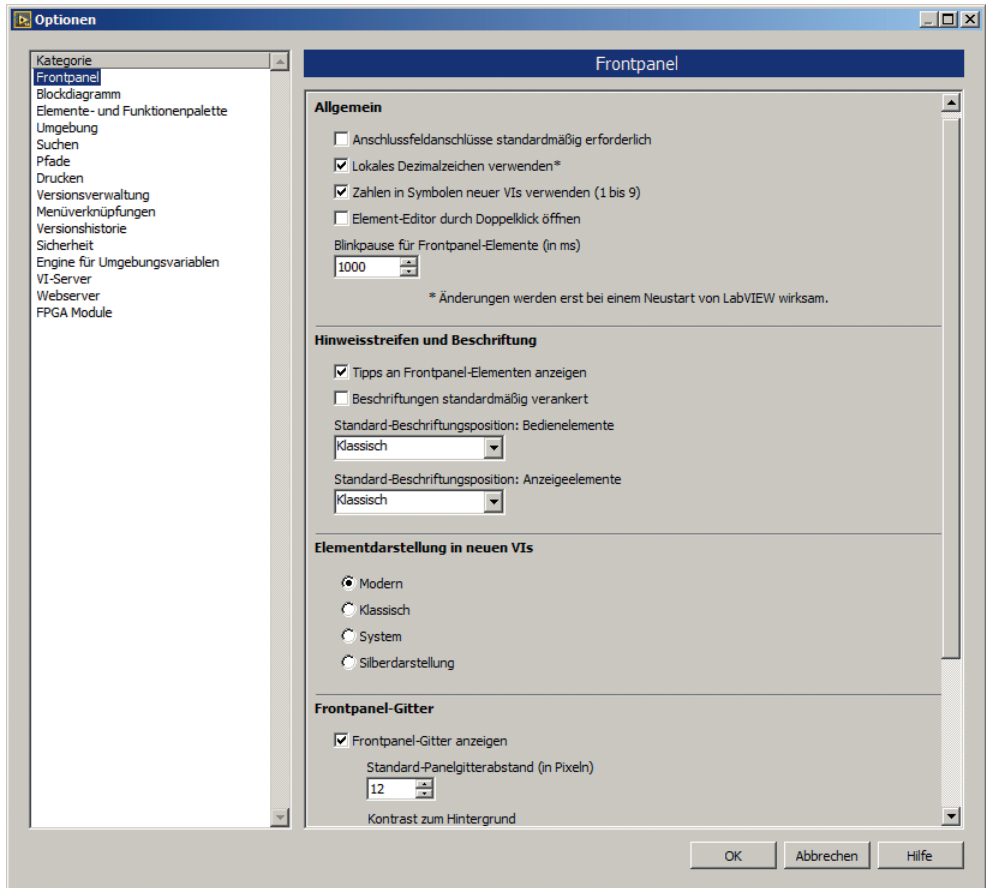
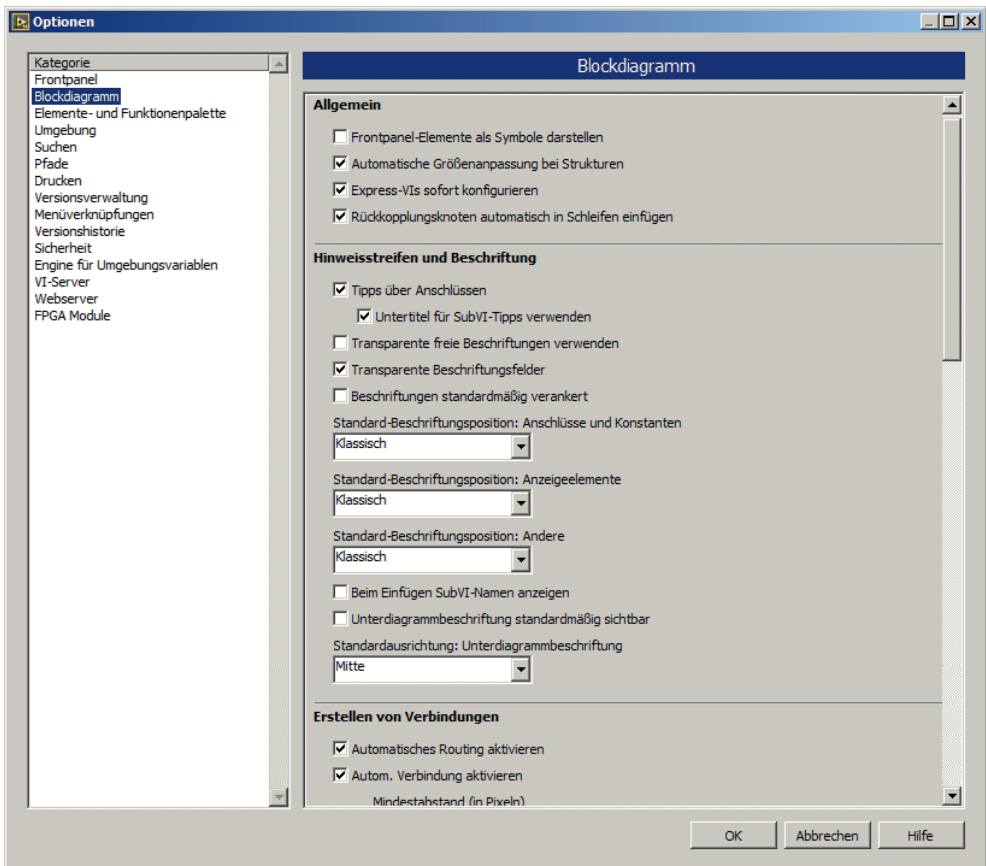
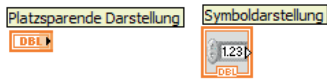

Bild 2.1 Optionen zur Gestaltung der verschiedenen Kategorien, hier Frontpanel
Bild 2.2 Optionen zur Gestaltung des Blockdiagramms
Bild 2.3 Terminaldarstellungen
Wir befassen uns hier mit der ersten Wahlmöglichkeit. Öffnet man vom Panel oder vom Diagramm aus das Optionsangebot, erhält man (voreingestellt) eine Ansicht nach Bild 2.1.
Die Optionen in Bild 2.1 zeigen verschiedene Möglichkeiten der Parameteränderung. Man kann unter anderem die Einstellungen beeinflussen für:
Die generellen Frontpanel-Einstellungen erreicht man mit 'Werkzeuge' – 'Optionen...' – 'Frontpanel'. Bild 2.1 zeigt das zugehörige Fenster.
Wählt man die Kategorie 'Blockdiagramm', erhält man eine Übersicht, deren oberer Teil in Bild 2.2 dargestellt ist. Dort sieht man rechts oben unter 'Allgemein' die Eintragung 'Frontpanel-Elemente als Symbole darstellen'. Sie ist im vorliegenden Fall **nicht** markiert. Das bedeutet, dass per Voreinstellung die Terminals als kleine Rechtecke dargestellt werden, wie wir das z.B. von Bild 1.13 her kennen. Markiert man dagegen diese Option, werden die Terminals als größere quadratische Symbole (Icons, siehe Bild 2.3) dargestellt. Man kann trotzdem später im Blockdiagramm von einer Darstellung zur anderen wechseln, indem man individuell für jedes Terminal das Kontextmenü aufruft und bei 'Als Symbol anzeigen' die Markierung setzt oder entfernt.
- 'Transparente Beschriftungsfelder' unter 'Hinweisstreifen und Beschriftung' in Bild 2.2 ist **angekreuzt**. Das bedeutet, dass Kommentare, die man mit der A-Funktion der Werkzeugpalette schreibt, **keinen Rand** erhalten. Auch die Namen von Eingabe- und Ausgabefeldern werden zunächst randlos dargestellt. Ist dagegen das Kontrollkästchen **nicht angekreuzt**, wird im Diagramm automatisch ein **schwarzer Rand** gezeichnet, auf dem Panel erscheint die Schrift als Relief. Man kann das individuell für jeden Kommentar und jedes Terminal mit dem Farbpinsel für Vordergrund und Hintergrund in der Werkzeugpalette ändern. **Transparenz** erhält man, wenn man bei der Farbwahl das große T wählt.
Bereits ab LabVIEW 7.0 erhielt das Frontpanel während des Editierens (Programm erstellen) ein Gitter. Es dient der besseren Ausrichtung der Eingabe- und Ausgabeelemente. Auch hier lassen sich einige Parameter ändern, siehe dazu Bild 2.1 und Bild 2.2.
Man kann auf die Anzeige des Frontpanel-Gitters verzichten, andererseits lässt sich aber auch zusätzlich ein Gitter auf dem Blockdiagramm erzeugen. All das trifft nur für die Editierphase zu, d.h. für die Entwicklung des Programms. Zur Laufzeit verschwindet das Gitter automatisch. Man erhält das Raster, wenn man unter 'Frontpanel-Gitter' nach Bild 2.1 'Frontpanel-Gitter anzeigen' markiert. Damit die Ausrichtung am Raster wirksam wird, muss man zusätzlich 'Ausrichtung an Gitter aktivieren' ankreuzen. Entsprechend kann man im 'Blockdiagramm' nach Bild 2.2 unter 'Blockdiagrammgitter' markieren 'Blockdiagrammgitter anzeigen' bzw. 'Ausrichtung an Diagrammgitter aktivieren'. Ferner kann man mit 'Standard-Diagrammgitterabstand in Pixeln' die Feinheit des Gitters bestimmen sowie den Kontrast Gitter – Hintergrund erhöhen oder abschwächen.